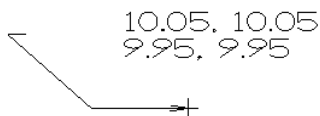

图 4.1.7 2D
- ☒ ☒ 2D 单选项：用于设置显示 X 方向和 Y 方向的点的位置坐标，如图 4.1.7 所示。